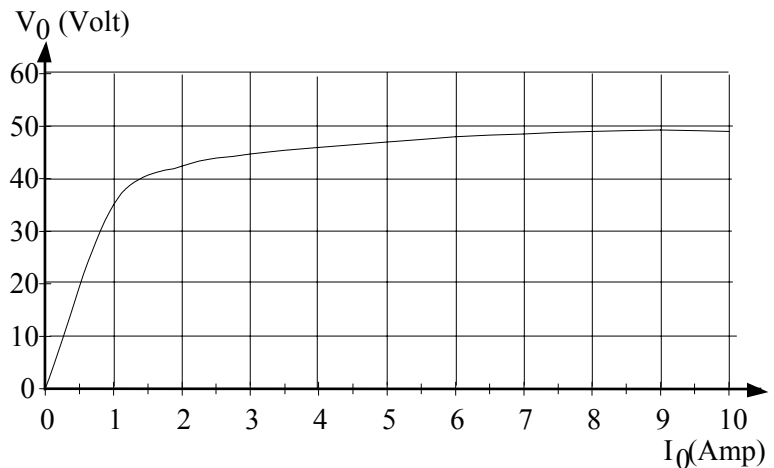

Figura 1
2. Un relé está conectado a través de un T/C de razón 100/5, 50 VA; 50 Hz; cuya curva de excitación se muestra en la Figura 1.